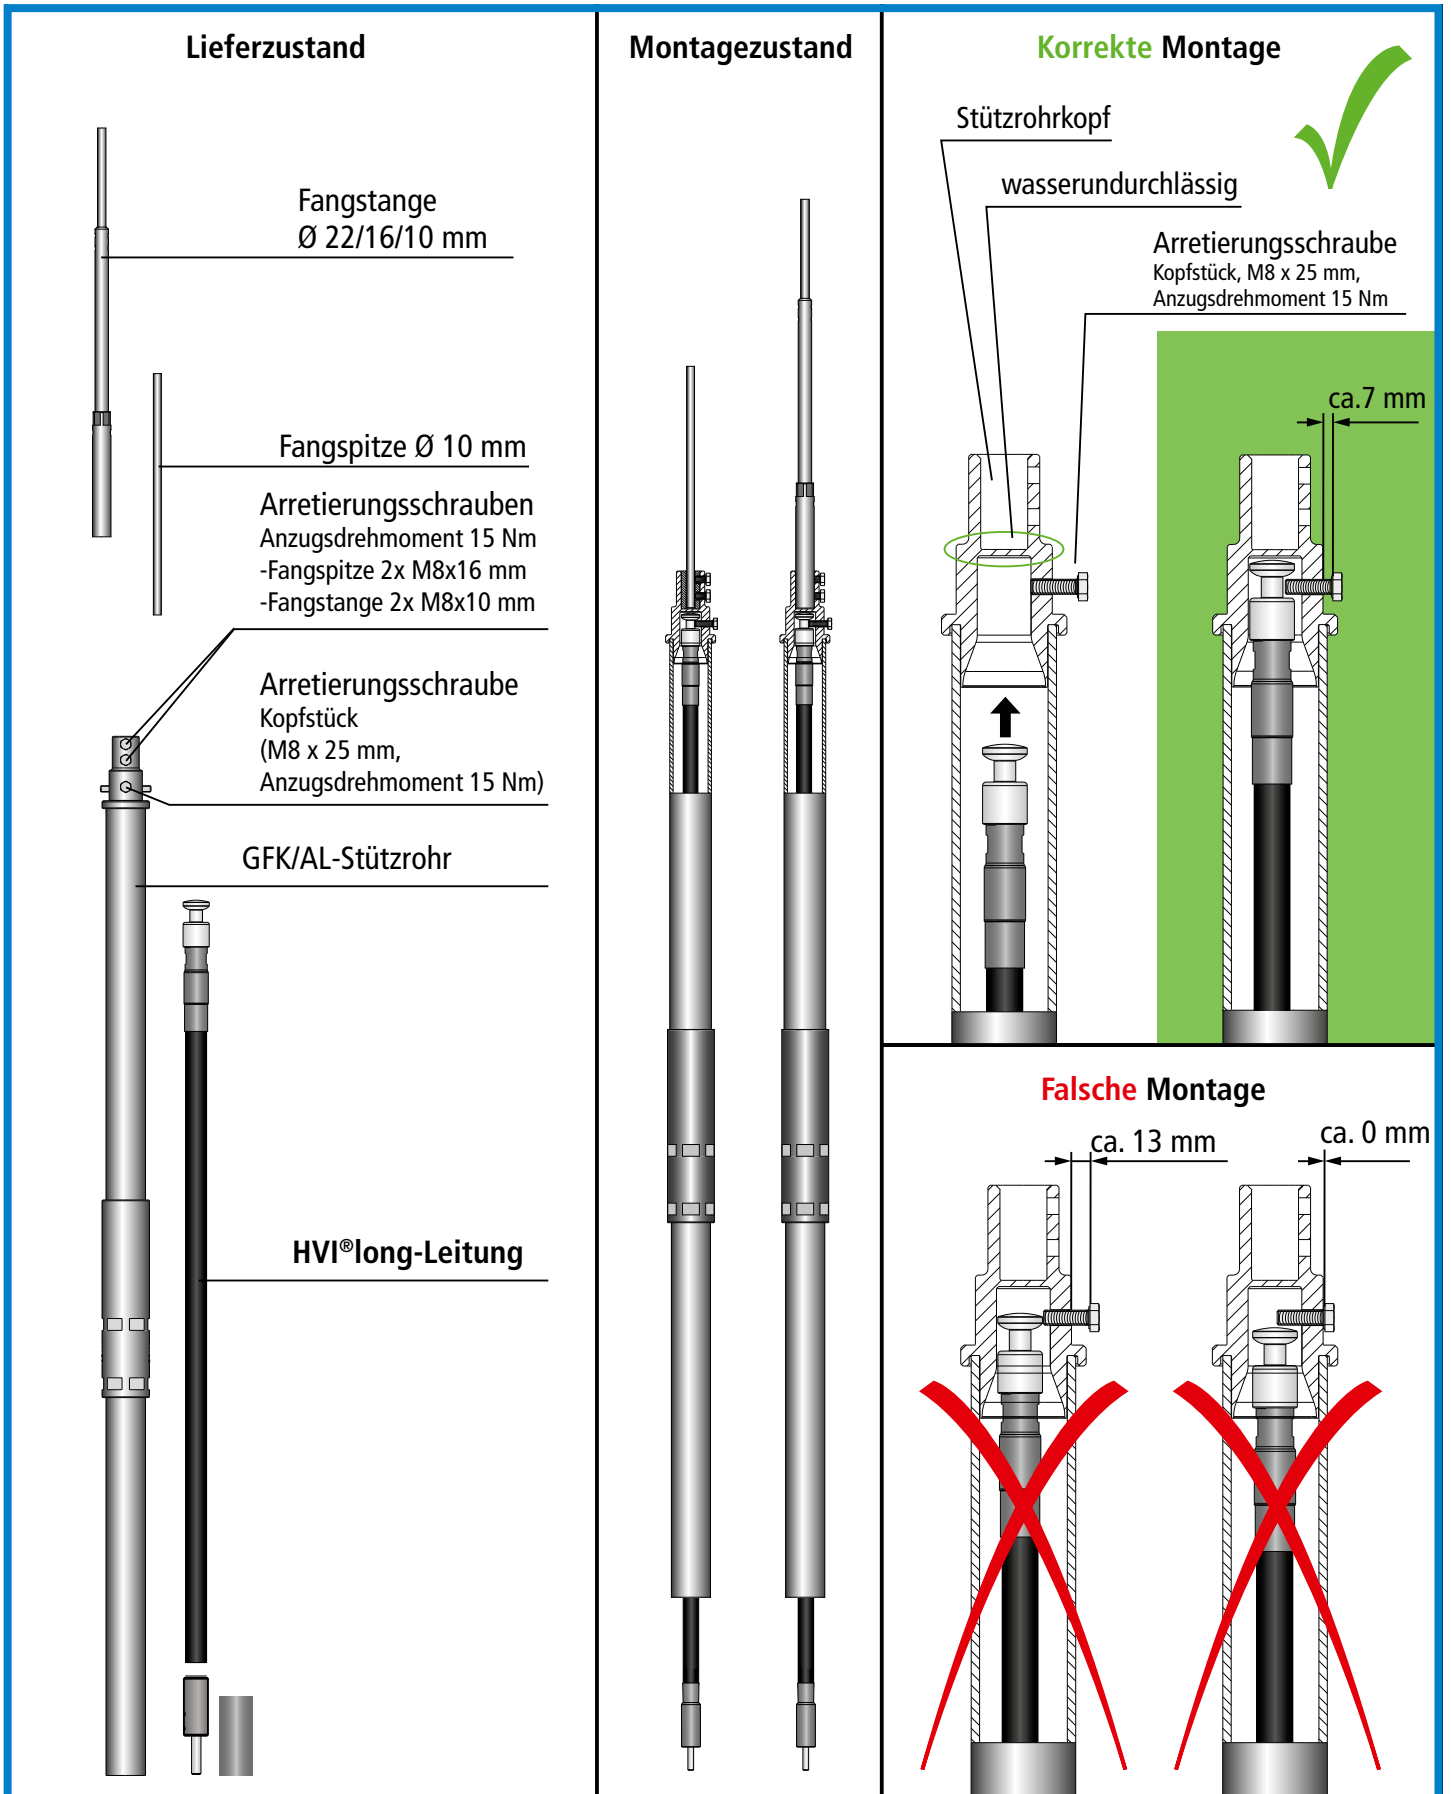

Bild 4 Montage des Kopfstückes im Stützrohr
Vor der Montage des Stützrohres ist die konfektionierte **HVI®long-Leitung** mit montiertem Kopfstück voran in das Stützrohr einzuführen und zu befestigen (siehe hierzu auch Bild 4, Seite 11).
- ➔ Die ordnungsgemäße mechanische Befestigung der **HVI®long-Leitung** im Stützrohr ist zu überprüfen! (siehe Bild 4). Die korrekte Montage kann mit einem leichten Zug am Austritt der Leitung überprüft werden.
einzuschrauben (siehe auch Bild 4, Seite 11), gegebenenfalls kann bei zu weit herausragender Schraube die nachfolgende Montage nicht erfolgen.